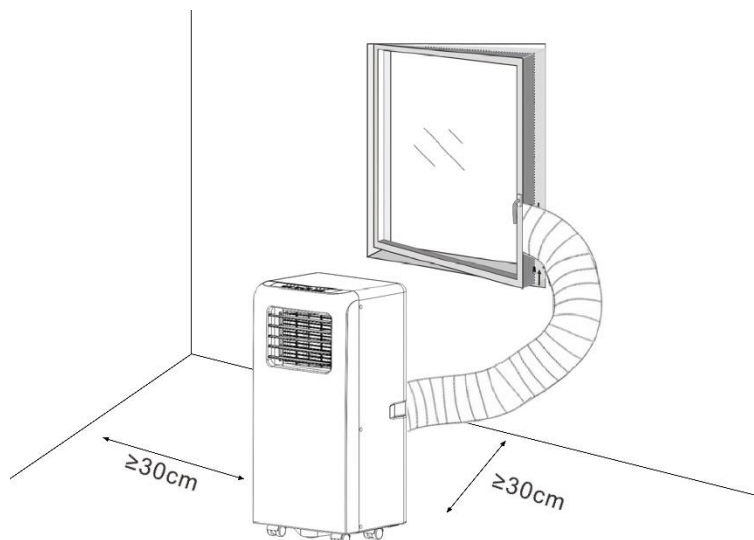

Abb. 4
- Eine tragbare Klimaanlage sollte an flachen und ringsum freien Stellen installiert werden. Blockieren Sie den Luftauslass nicht und der erforderliche Abstand beträgt min. 30 cm. (siehe Abb. 4)